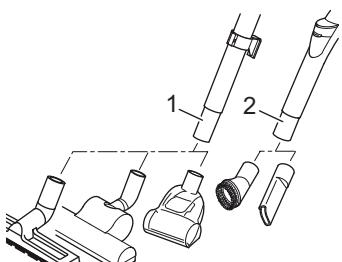

Abb. 9
3. Stecken Sie die gewünschte Düse auf das untere Ende des Teleskoprohrs (Abb. 9/1) oder bei Bedarf direkt auf den Handgriff (Abb. 9/2).